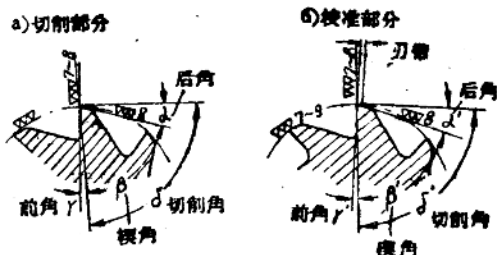

图2 铰刀的切削刃。
1. 切削（圆锥）部分的前角 γ —— γ 角是指切于前面的平面和轴向平面的夹角。如图 2 a 所示。 γ 角是在垂直于切削圆锥部分的母线的平面上量度。
四、刃带 铰刀的切削部分，刀齿是以一定的前角和后角刃磨到尖（见图2 a）。校准部分的刀齿则留有一条刃带（见图2 b）。